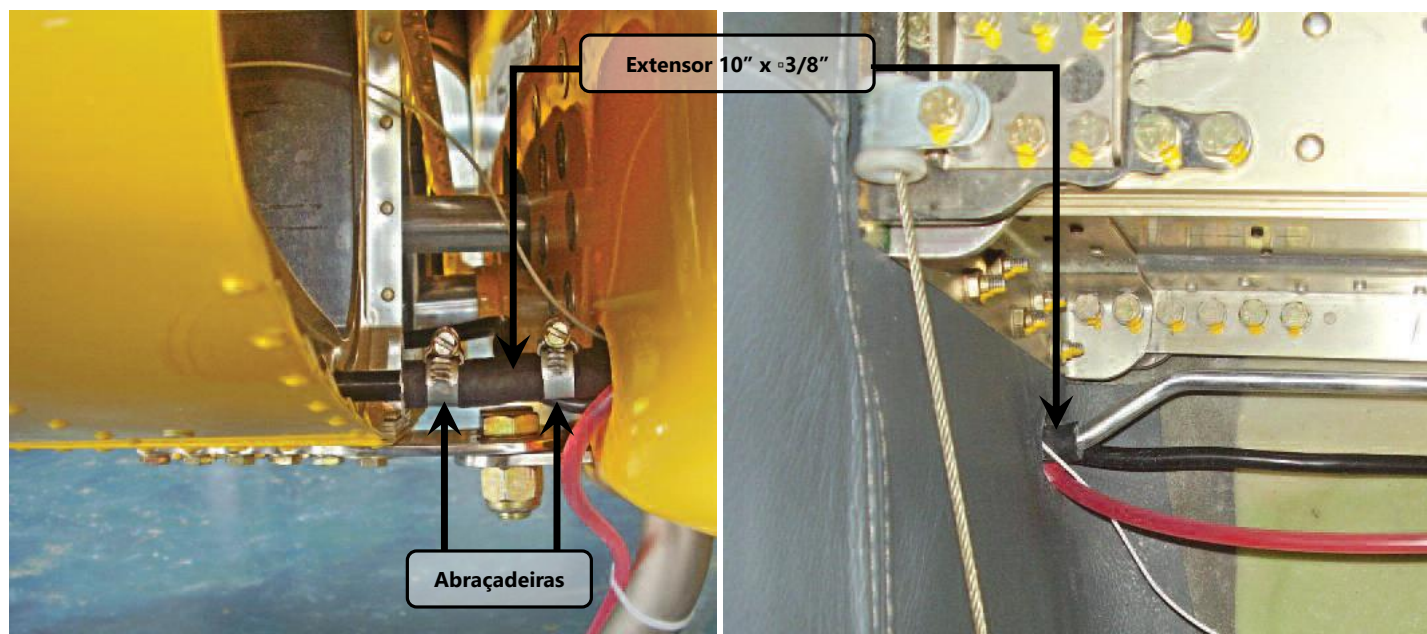

Figura 57.10.13 – Torqueamento das porcas.
13. Conectar as linhas de combustível (AA-28-20-6017 e AA-28-20-6015 para a asa esquerda, ou AA-28-20-6017 e AA-28-20-6016 para asa direita, ver capítulo 28.20-Distribuição), com uma mangueira de Lona Dupla e abraçadeiras comerciais ver figura 57.10.13. Utilizar uma chave de fenda.